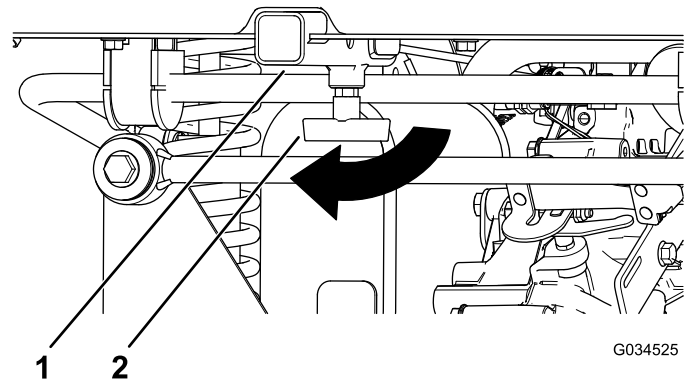

Bild 17
1. Drehen Sie den T-Bügel nach rechts, um ihn zu lösen (Bild 17).
2. Setzen Sie das Zubehör in die Aufnahme, bis die Löcher ausgefluchtet sind (Bild 17).